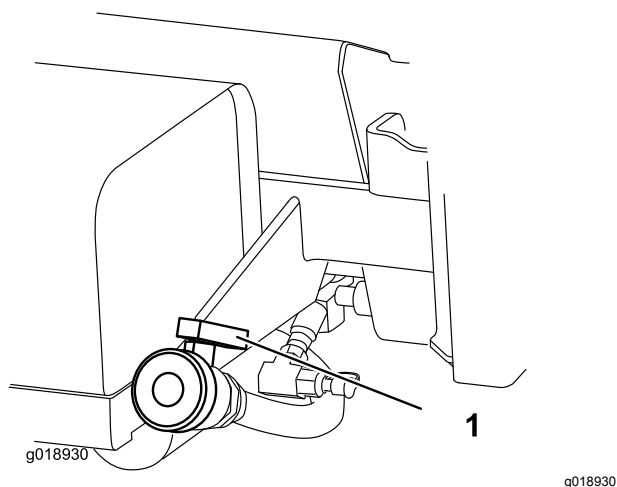

Figure 22
2. Trouvez l'emplacement du robinet de vidange de la cuve à l'arrière de la machine (Figure 22). Le robinet est fixé au support, à l'arrière de la pompe.